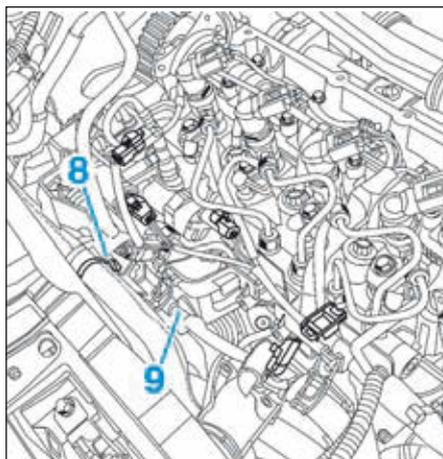

FIG.90
- la durit du réservoir de liquide de refroidissement (8) (Fig.90),
- le faisceau d'alternateur (9).